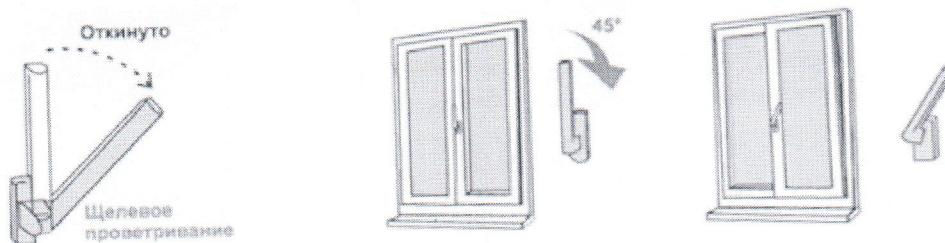

Рис.3
- 5) Для перевода створки в положение «Проветривание» ручку поворачивают из положения «Откинуто» в положение «Проветривание» на 45 градусов (см. Рис. 3) При этом створка окна (после небольшого поворота относительно нижней горизонтальной оси) фиксируется, будучи неплотно прижатой к раме окна вверху. Зазор между рамой окна и створкой (в верхней части) в данном режиме может составлять от 5 до 10мм. и регулируется небольшим поворотом ручки (щелевой режим).